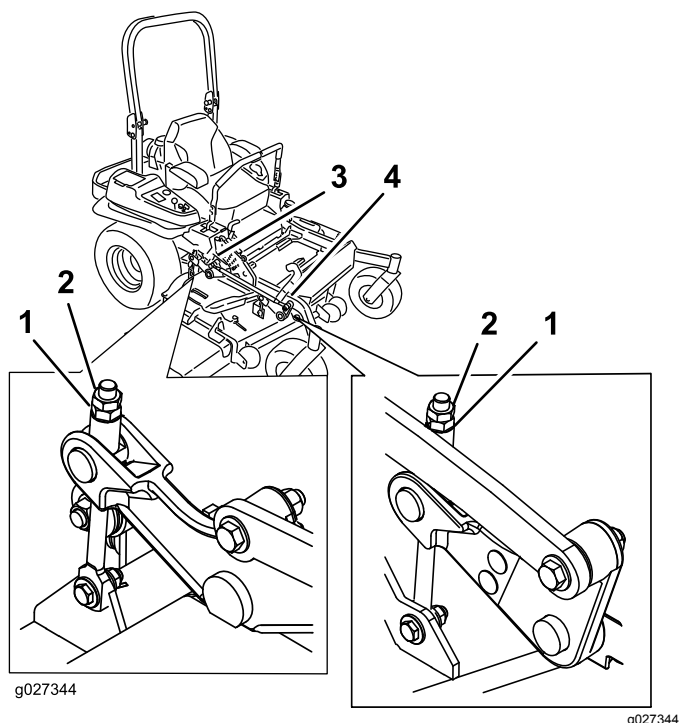

Figure 90
10. Ajustez précisément le serrage de l'écrou de réglage sur l'ensemble de levage du tablier avant (Figure 90).
16. Ajustez précisément la vis de réglage en la tournant jusqu'à obtention d'une hauteur de 8,3 mm (3,25 po) (Figure 90).